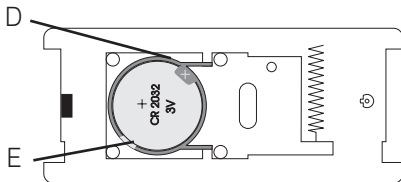

Abbildung 4: Batteriefach Ruftaster
- d) Die Batterie (Knopfzelle CR 2032) kann jetzt in die Plastikhalterung auf der Platine (Abb. 4 D) eingelegt werden.
- e) Wollen Sie eine Batterie auswechseln, dann entfernen Sie die vorherige mit einem kleinen flachen Schraubendreher aus ihrer Plastikhalterung durch vorsichtiges Anheben an der Ecke (Abb. 4 E). Anschließend können Sie eine neue Batterie einlegen. Bitte achten Sie auf die richtige Polarität der Batterie.